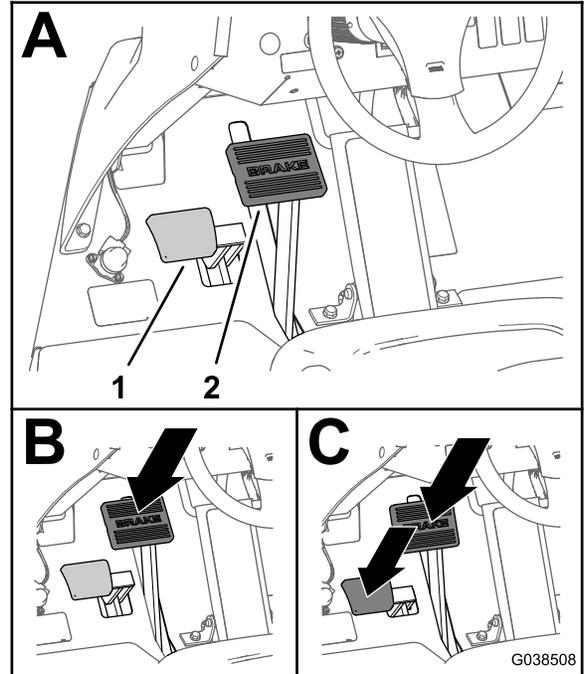

图19
1. 踩下行车刹车踏板（图19）。
2. 在踩下行车刹车踏板的同时，踩下驻车刹车踏板（图19）。